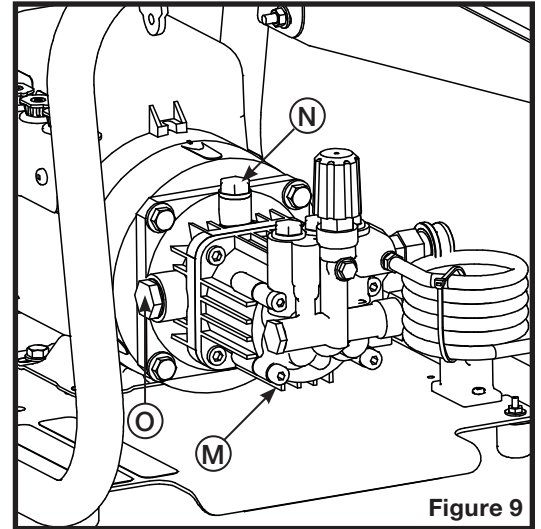

Figure 9
2. Dévisser le bouchon de vidange sous la pompe (M sur la figure 9).
5. Dévisser le bouchon de remplissage (N sur la figure 9).
6. Remplir avec de l'huile de type SAE 80W-90 jusqu'au milieu du voyant transparent (O sur la figure 9). La capacité du carter de la pompe est de 3.7 onces (0.11 l).